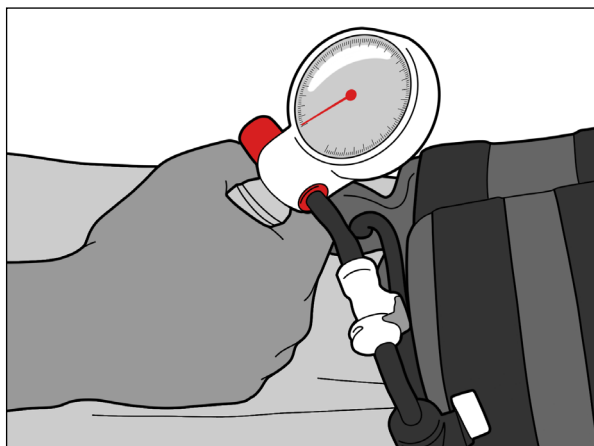

Abb. 16
3. Pumpen Sie den Balg durch wiederholtes Drücken auf den gewünschten Druck auf (Abb. 16).